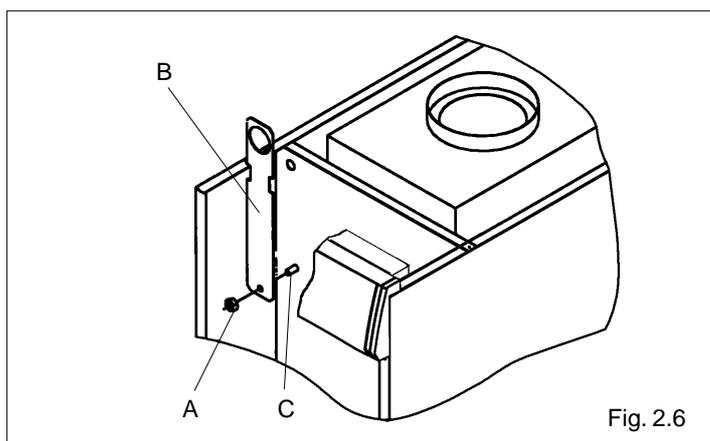

Fig. 2.6
- Extraer la tuerca (A) del tirante frontal superior (fig. 2.6).
- Insertar una de las dos asas de elevación (B) en el tirante (C) (fig. 2.6).
- Colocar la tuerca (A) previamente extraída (fig. 2.6).